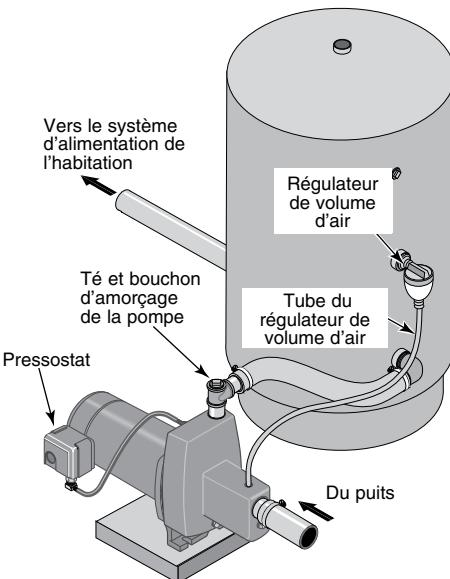

Figure 5: Branchement sur un réservoir standard
(FIGURE 5)
1. Poser un té sur l'orifice de refoulement de la pompe. (Se reporter à la Figure 5).
3. Déposer le bouchon fileté de 1/8 de pouce NPT de l'orifice du régulateur de volume d'air de la pompe. (Se reporter à la Figure 5). Brancher le tube du régulateur d'air entre l'orifice de la pompe et celui du réservoir. (Se reporter à la Figure 5). Pour de plus amples détails, se reporter aux instructions livrées avec le réservoir et le régulateur de volume d'air. En fonction du modèle de pompe, l'emplacement de l'orifice du régulateur de volume d'air ne se trouve pas toujours au même endroit. (Se reporter aux vues éclatées des pages 10 et 11).